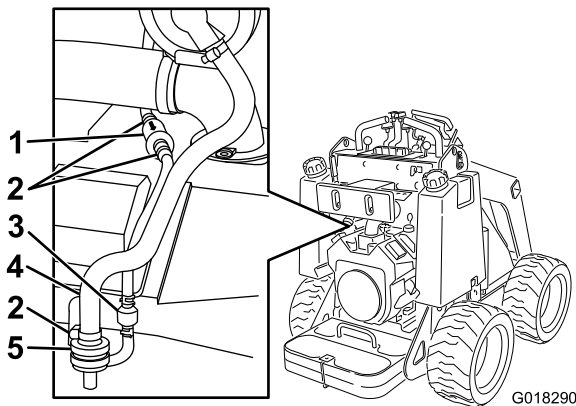

Figura 22
2. Afloje la abrazadera por encima del filtro de aire del cartucho de carbón (Figura 22).
3. Retire y deseche el filtro de aire (Figura 22).
4. Instale un filtro nuevo en la manguera y sujételo con la abrazadera (Figura 22).
2. Aleje del filtro las abrazaderas de muelle de ambos lados del filtro del tubo de purga del cartucho de carbón (Figura 22).
3. Retire y deseche el filtro de carbón (Figura 22).
4. Instale un filtro nuevo en el tubo con la flecha del filtro apuntando hacia la válvula de retención, y sujételo con las abrazaderas (Figura 22).